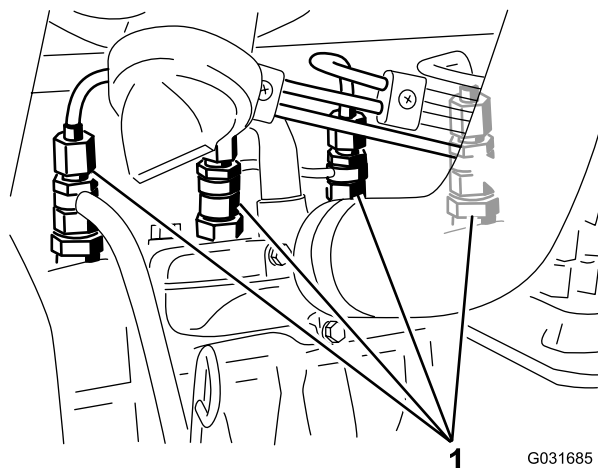

Bild 44
1. Lockern Sie den Leitungsanschluss an der ersten Düse und Halterung (**Bild 44**).